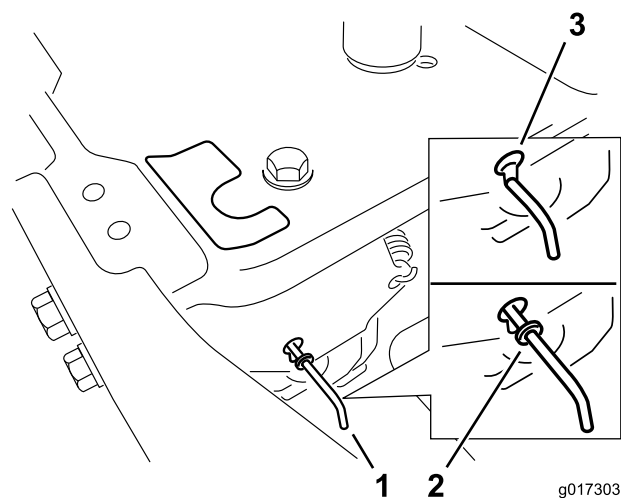

Figura 17
4. Mova as alavancas de derivação para frente através do orifício da chave e para baixo para as bloquear no lugar (Figura 17).
Mova as alavancas de derivação para trás através do orifício da chave e para baixo para as bloquear no lugar, como se mostra na Figura 17.